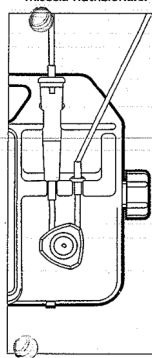

Figura 1
8. Inserire la camera di gocciolamento nel contagocce della nutripompa Flo care® 800 (Figura 1)